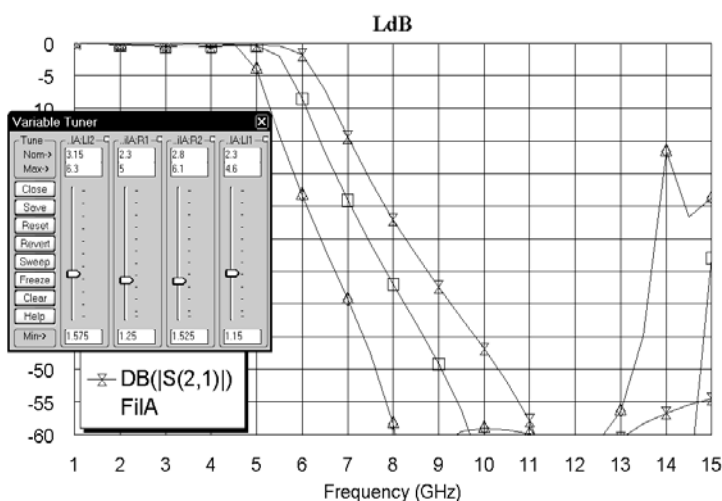

Рис. 2.25
4. Сделайте активным окно графика и щёлкните по значку **Analyze** на панели инструментов. Щёлкните по значку **Tune** на панели инструментов и, двигая движки у переменных **R1** и **R2**, сдвиньте характеристику вверх по частоте примерно на 1 ГГц (рис. 2.25). Радиусы секторов